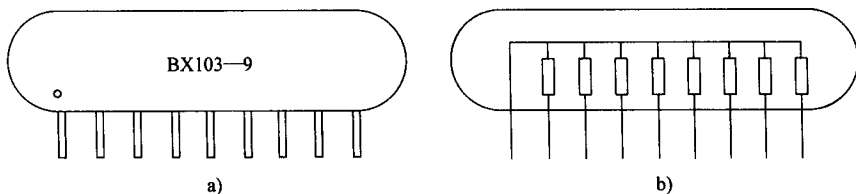

图 1-1-6 排阻的外形及内部结构图
③ 在电路中保险电阻是长脚焊接在电路板上（一般电阻紧贴电路板焊接），与电路板距离较远，已便于散热和区分。
2) 排阻 排电阻也叫集成电阻，其外形及内部结构见图 1-1-6。